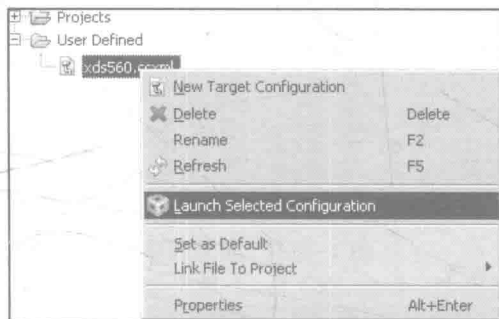

图 1-1-10 启动仿真器
④ 连接目标板的串口和仿真器到 PC,并打开 PC 的 SecureCRT. exe 串口通信软件,设置波特率为 115 200。
⑤ 开启 DM8168-EVM 板电源,观察 SecureCRT 软件中是否有打印信息,若出现读秒提示时,立即按“回车”键停止目标板继续启动。随后在新建的配置文件 xds560. ccxml 上右键选择 Launch Selected Configuration 命令,按照配置启动仿真器,如图 1-1-10 所示。